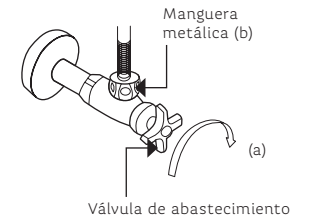

Figura 4.
1. Cierra la Válvula de abastecimiento de agua fría debajo de tu tarja (a) y remueve la manguera metálica (b) (ver Figura 4).